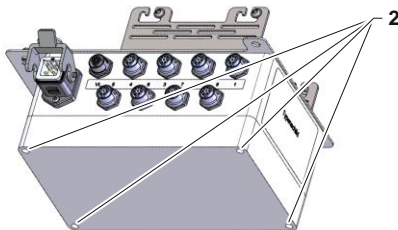

Abb. 2: Gehäuseabdeckung entfernen
- Schrauben (Kennzeichnung 2 → Abb. 2) lösen und Gehäuseabdeckung entfernen.
- Gehäuseabdeckung anbringen und Schrauben (Kennzeichnung 2 → Abb. 2) montieren.